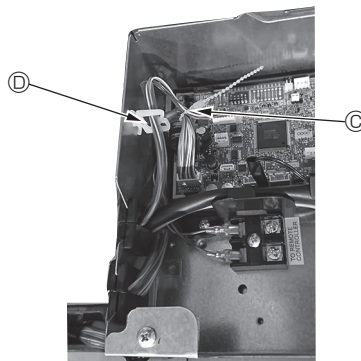

Fig. 10-14
- Überschüssiges i-see-Sensor- und Signalempfängerkabel im Elektrokasten in den Kabelclip (siehe Abbildung) legen und die Kabel zusammen mit dem Kabelbinder sichern. (Fig. 10-14)